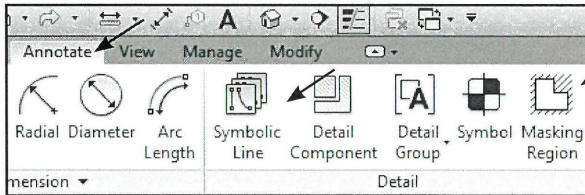

Fig. 06.69. Annotate - Masking Region.
- Klik *Annotate - Masking Region* (Fig. 06.69).
Symbolic Lines (Fig. 06.69) kan anvendes på samme måde som *Masking Region*. Forskellen er, at det er linier som navnet også siger og ikke et område der udfyldes.